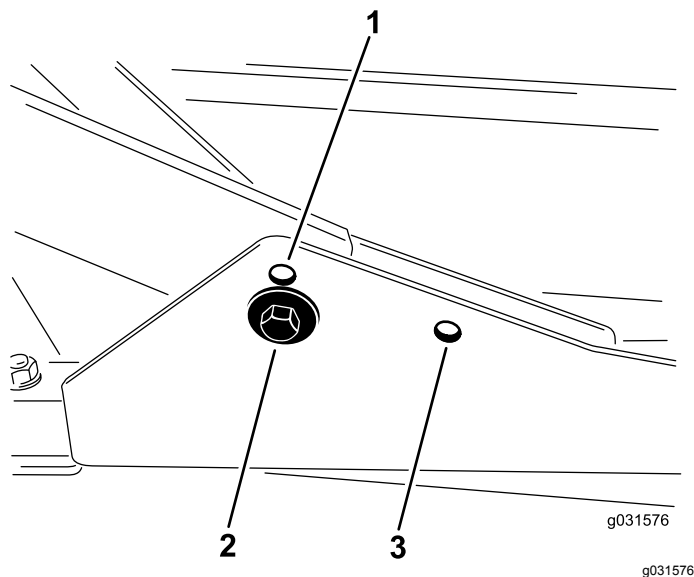

Рисунок 18
1. Для высоты скашивания в диапазоне от 2 до 7,6 см передние несущие рамы следует закрепить в нижних передних монтажных отверстиях (Рисунок 18).
2. Для высоты скашивания от 6,3 до 10 см установите передние несущие рамы в верхние передние монтажные отверстия (Рисунок 18).
Закрепите задний режущий блок в задних монтажных отверстиях для любой высоты скашивания (Рисунок 18).